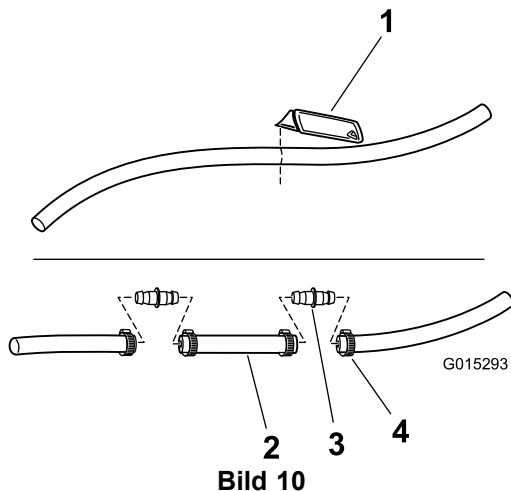

Bild 10
- B. Schneiden Sie den Auslegerzufuhrschlauch 24" vom Ende des Anschlussstücks ab (Bild 10).
3. Spließ-Anschlussstück (2)
4. Schlauchklemme (4)
C. Befestigen Sie die Schlauchsplicing-Verbindung mit zwei geraden Adapters und vier Schlauchklemmen (Bild 10).